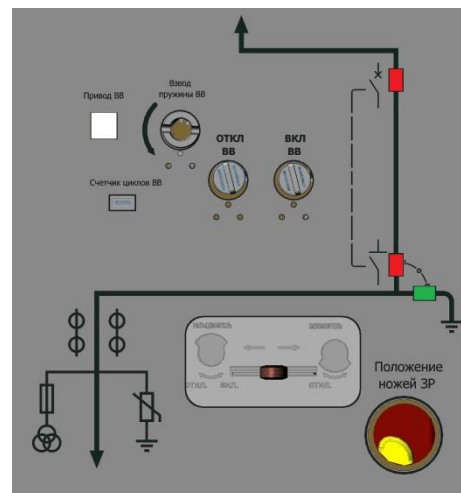

Рисунок 7
- повернуть рукоятку включения силового выключателя по часовой стрелке или подать рабочее напряжение на катушку включения. После включения на индикаторе коммутационного положения отобразится красный сигнал («Выключатель ВКЛ») а на индикаторе положения привода отобразится белый цветовой сигнал («Пружина не взведена») (рисунок 7).